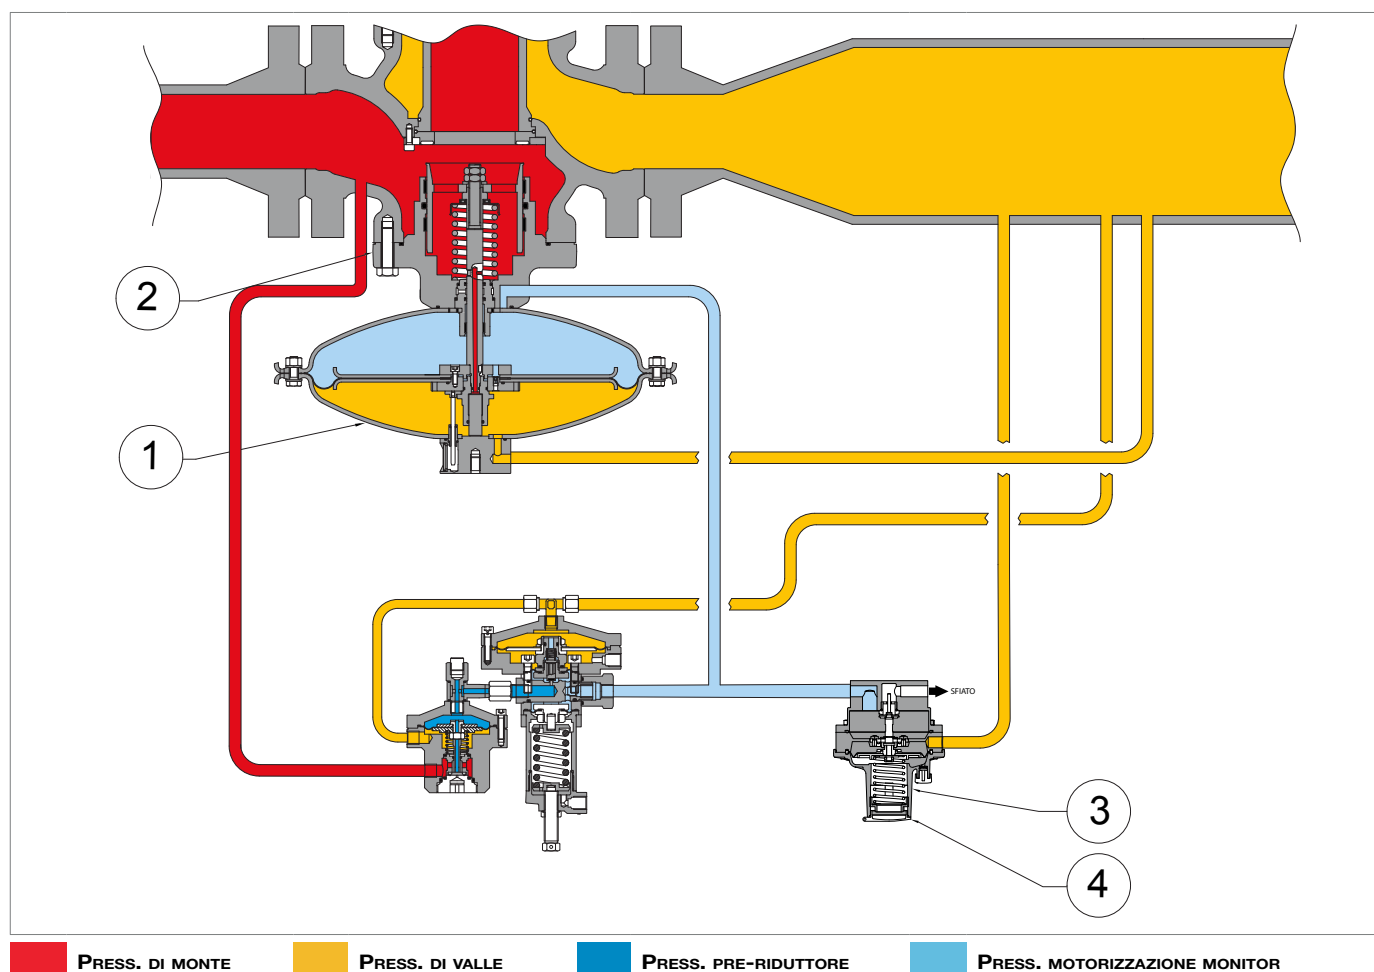

Fig. 4.9. Valvola acceleratrice V/25
- V/25 (3, Fig. 4.9), in caso di pressione di valle (Pd) fino a 0,6 bar;
- la ghiera di regolazione (4, Fig. 4.9) per la valvola V/25